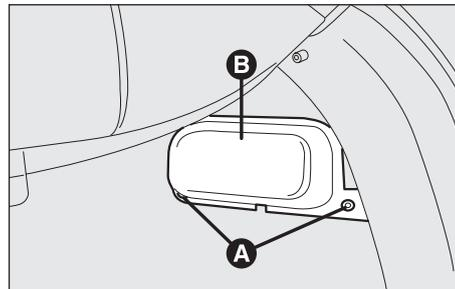

Abb. 51
– Die beiden Befestigungsmuttern (**A**, **Abb. 51**) lösen und den Schutzdeckel (**B**, **Abb. 51**) abnehmen.
– Den Schutzdeckel (B, Abb. 51) wie-